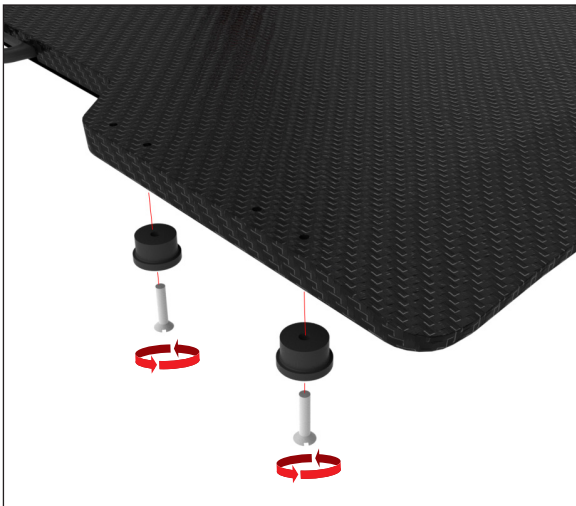

Abb. 27
1. Befestigen Sie 2 Zentrierscheiben (mit Rand) an beiden Seiten der Vorrichtung in zwei der Löcher im Abstand von 140 mm (5,5 Zoll) mit jeweils einer (1) ¼-20 x 1 ¼-Zoll-Schraube (Abb. 27).